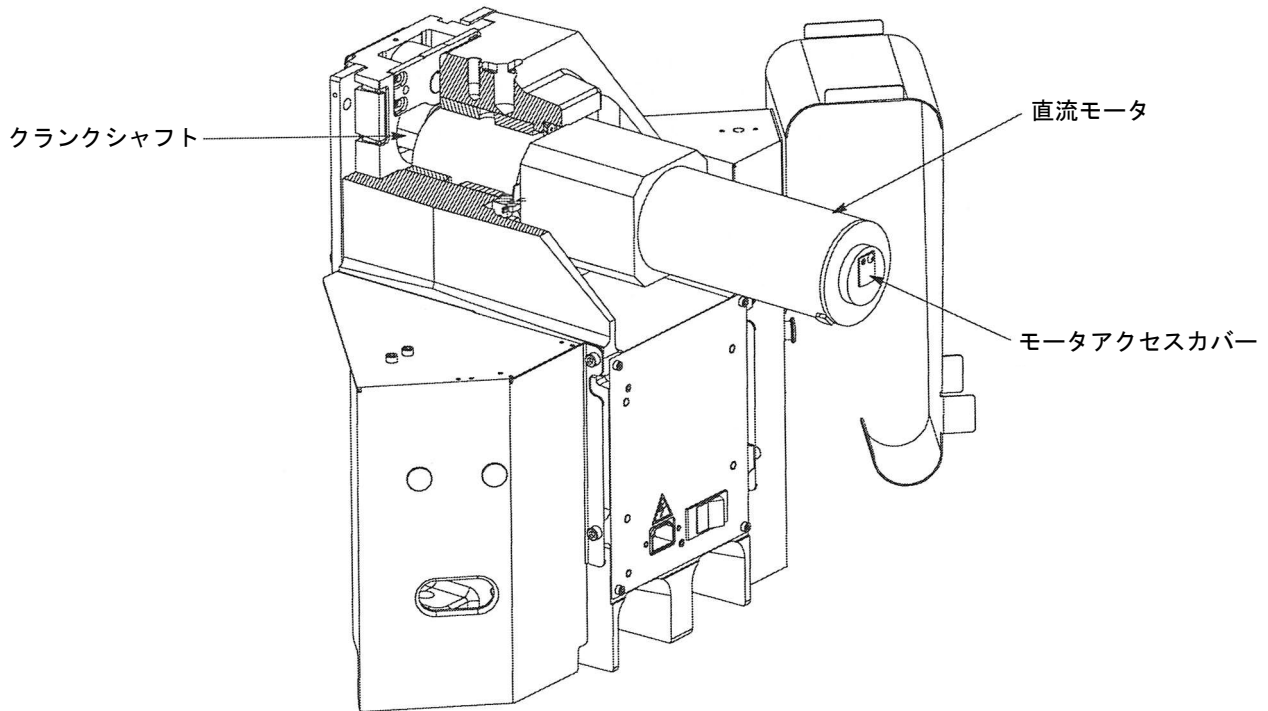

Fig. 4
1. **モーター部**は、直流モーターを含み、これがクランクシャフトを駆動します。モーターはサイクル毎にアクティブとなって、クランクシャフトを1回転させます。モーターの端にあるモーターアクセスカバーの下には六角キーがあり、手動でモーターを回せるようになっています。Fig. 4を参照してください。